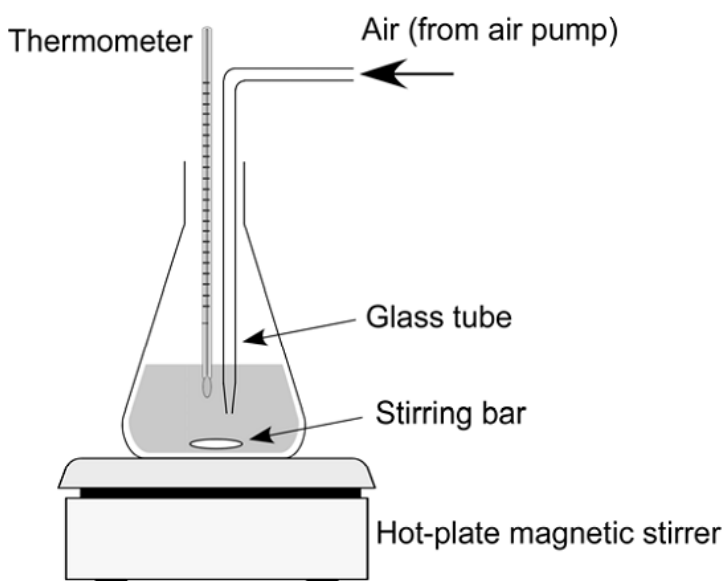

Fig. 37.1 Experimental setup.
- (1) 按图37.1所示组装实验装置。
- (2) 在锥形瓶中加入2.0 g的 $\text{FeSO}_4 \cdot 7\text{H}_2\text{O}$ 和40 mL水，使固体完全溶解。
- (3) 开启磁力搅拌器。
- (4) 往溶液中加入0.20 g的 $\text{ZnSO}_4 \cdot 7\text{H}_2\text{O}$ ，使固体完全溶解。
- (5) 如图37.1所示，通过导气管由空气泵向溶液里通空气。
- (6) 加热溶液直至溶液温度达到 $65\sim 75^\circ\text{C}$ 。然后加入大约6 mL的氢氧化钠溶液，使体系的pH值变为9~11（如果pH不足9，继续滴加氢氧化钠到溶液pH符合要求为止），并以此作为反应的开始时间。
- (7) 在保持溶液温度的同时每隔一段时间就加入适量的氢氧化钠，保证溶液的pH值维持在9~11。沉淀会逐渐变成深黑色。
- (8) 反应一个小时后，停止搅拌与加热，并关闭空气泵。
- (9) 将磁铁紧贴在锥形瓶的外壁上并确认沉淀能够被吸附。
- (10) 使用玻璃纤维漏斗进行抽滤。尽可能多地收集沉淀（有些细颗粒附着在锥形瓶壁上，可能比较难以收集）。